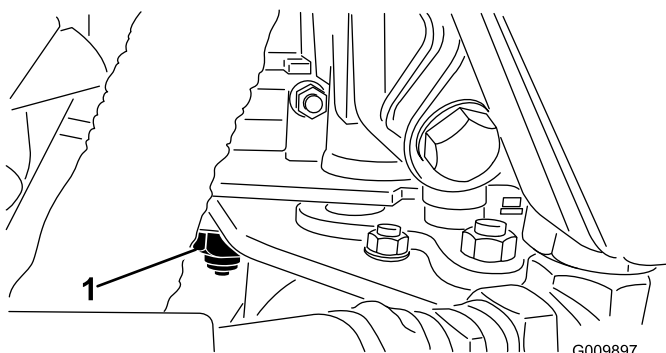

Figura 51
3. Desaperte a porca de bloqueio no excêntrico de tracção (Figura 51).